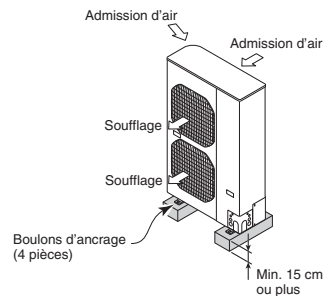

Fig. 2-5
- Prévoir une base robuste (blocs de béton, poutres de 10 x 40 cm ou autre), un minimum de 15 cm au-dessus du sol pour réduire l'humidité et protéger l'unité contre tout risque d'endommagement dû à l'eau et de diminution de longévité. (Fig. 2-5)